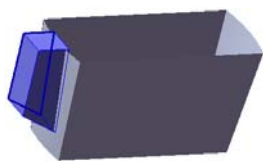

图 5.11.10 曲面-缝合 1
Step6. 创建图 5.11.10 所示的零件特征——曲面-缝合 1。选择下拉菜单 **插入(I)** **→ 曲面(S)** **→ 缝合曲面(F)...** 命令，系统弹出“曲面-缝合”对话框；在设计树中选取曲面-填充 1、曲面-拉伸 2 和曲面-基准面 1 为缝合对象；单击对话框中的 **✓** 按钮，完成曲面